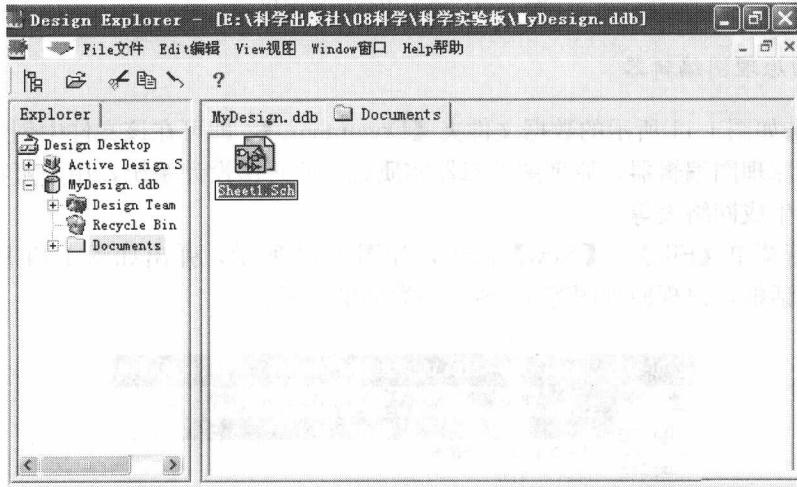

图 1-15 创建新原理图文件
3) 双击原理图文件类型图标 ，完成新原理图文件的创建，如图 1-15 所示。